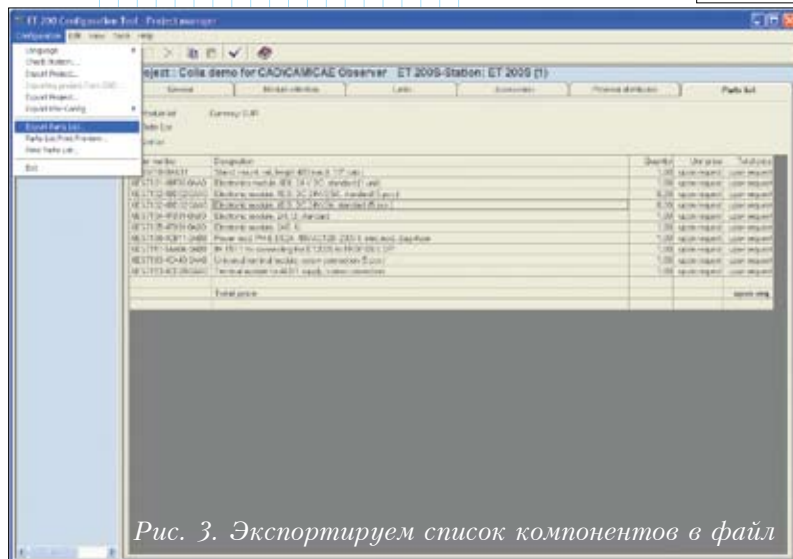

Рис. 3. Экспортируем список компонентов в файл
- 2) Экспортируем список компонентов из программы в CSV-файл (рис. 3).